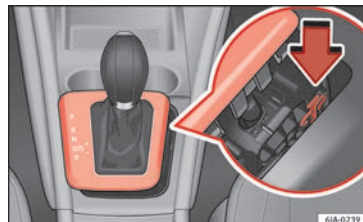

Fig. 44 Desbloqueio de emergência da alavanca de seleção.
- Pressione com um dedo a peça amarela de plástico, no sentido da seta » » Fig. 44.